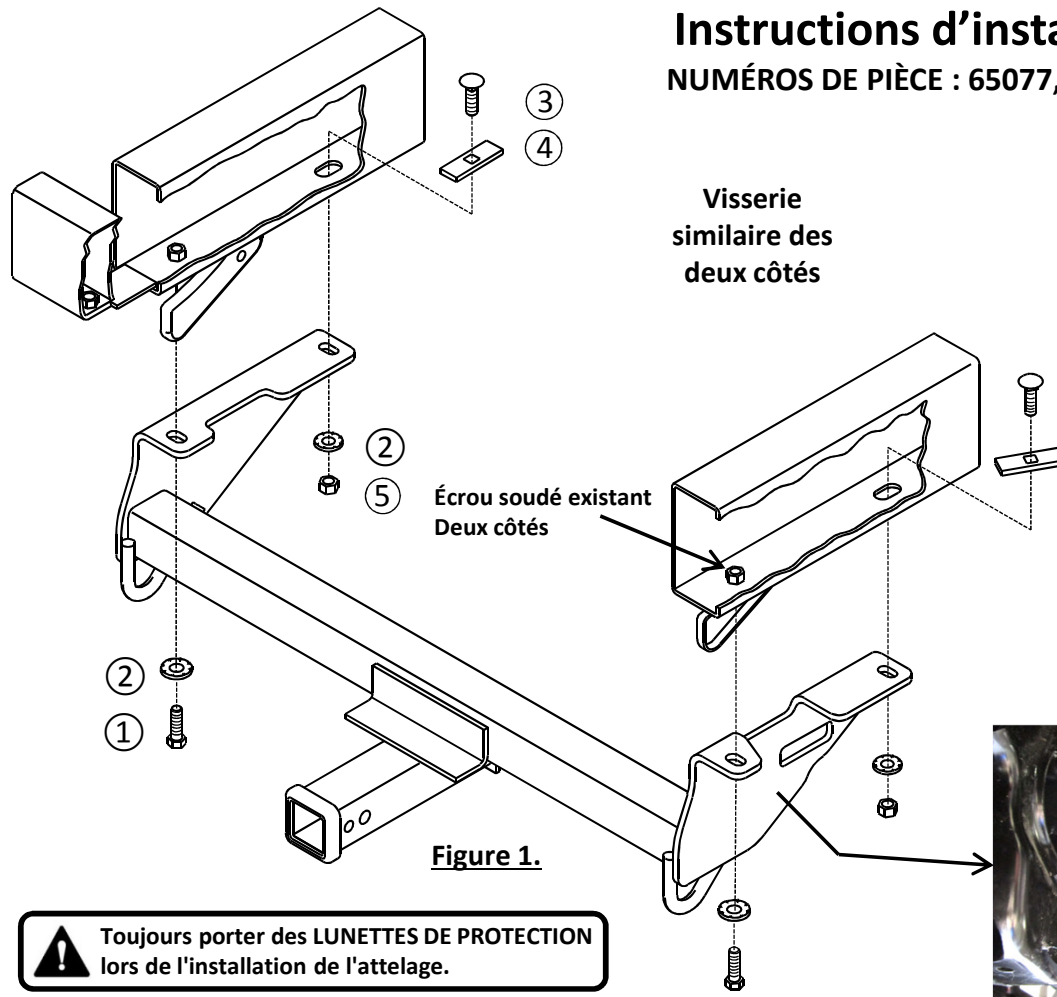

Figure 1.
11. **Installer l'attelage** – Soulever l'attelage en position, en installant le rebord du support côté conducteur à travers l'ouverture entre le support de cadre du véhicule et le bas du cadre en premier, puis soulever le côté passager en position. Veiller à ne pas repousser les boulons de carrosserie dans le cadre. **NOTA** : Il peut s'avérer nécessaire de nettoyer les débris des boulons soudés existants dans le cadre à l'aide d'une brosse métallique ou d'air comprimé. Voir la Figure 1.